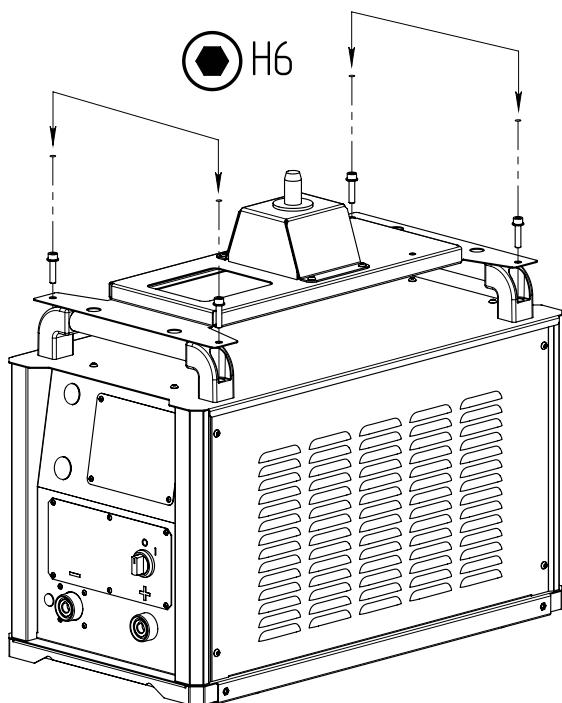

Рис. 15 – Монтаж консоли с штырём для фиксации УПП-300.
- 1 Установить аппарат на ровную поверхность, либо на (рис.15), либо на тележку (рис.4), закрепив аппарат по инструкции.
2 Установить на аппарат консоль с штырём для фиксации УПП-300, если она применяется (Рис. 15). Инструкция по сборке консоли вложена в упаковку к ней.